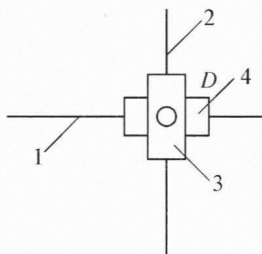

图 2-1 铰链
(1) 复合铰链判断时应注意:复合铰链是指两个以上的构件在同一处以转动副连接的情形,不应仅仅根据若干构件汇交在一起来判断。如图 2-1 所示铰链 D 处由 1、2、3、4 四个构件汇交,但是构件 1、4 组成移动副,构件 2、3 组成移动副,而只有构件 3、4 组成转动副,因此铰链 D 处不存在复合铰链。
(2) 局部自由度是机构中某些构件所产生的局部运动并不影响其他构件的运动的自由度。为了防止在计算自由度时错算构件数和运动副数,可先将产生局部运动的构件和与其相连的构件焊接为一整体,而后再计算机构自由度。
(3) 虚约束是指在运动副引入的约束中,有些约束对机构自由度的影响是重复的,对机构运动不起任何限制作用的约束。要正确判断虚约束,首先应搞清楚虚约束的概念,其次掌握机构中虚约束常出现的场合,我们只要掌握教材中介绍的五种情况,此外注意机构中的虚约束都是在特定的几何条件下出现的。